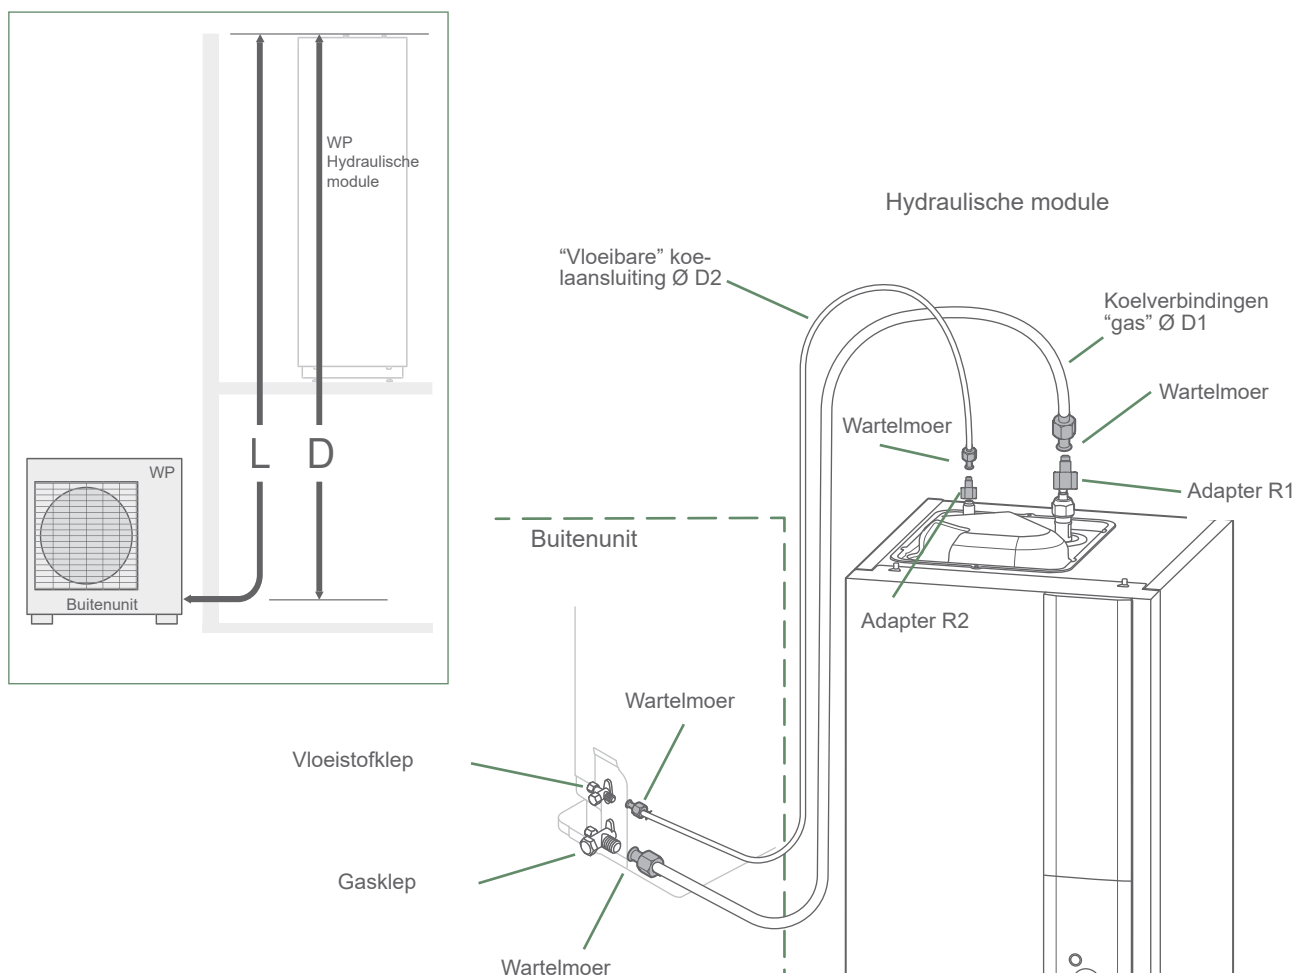

fig. 31 - Aansluiting van koelverbindingen (toegestane diameters en lengtes)
- Afhankelijk van het geval sluit u een adapter aan (reductie) 1/4"- 3/8" of 1/2"- 5/8" (zie fig. 31).